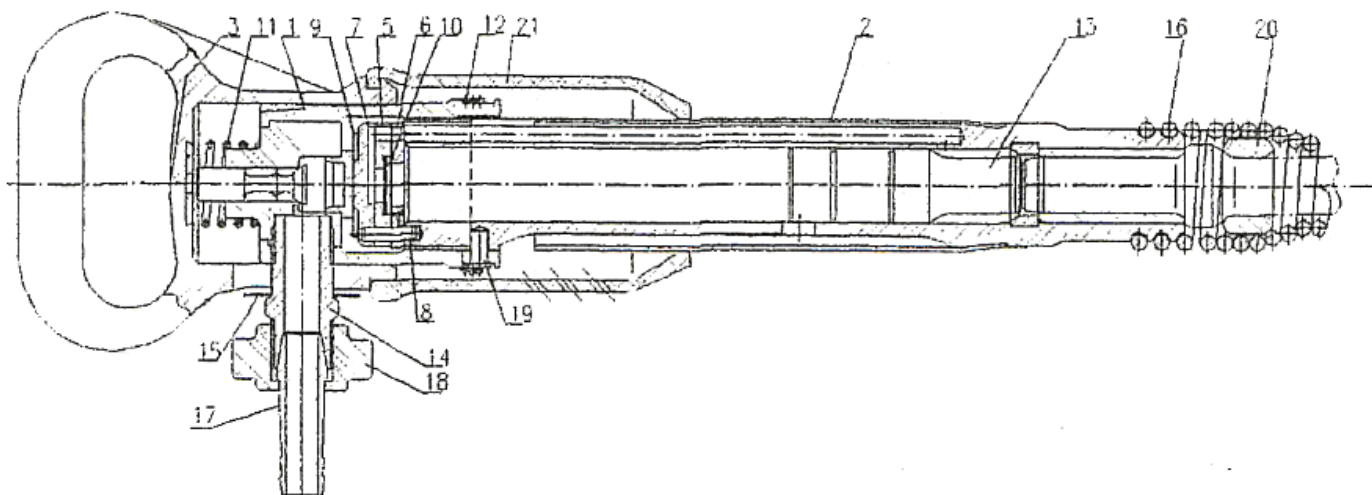

Рисунок 1. Молоток отбойный пневматический МОП-2
7.1. Молоток (рисунок 1) представляет собой поршневую пневматическую машину ударного действия с клапанным воздухораспределением, работающую под действием сжатого воздуха. Молоток состоит из воздухораспределительно-ударного механизма, рукоятки с собранным в ней пусковым устройством и кожуха-глушителя.
9.1. Разборку молотка для устранения неисправностей, профилактического осмотра или его консервации производите в следующей последовательности (рисунок 1):